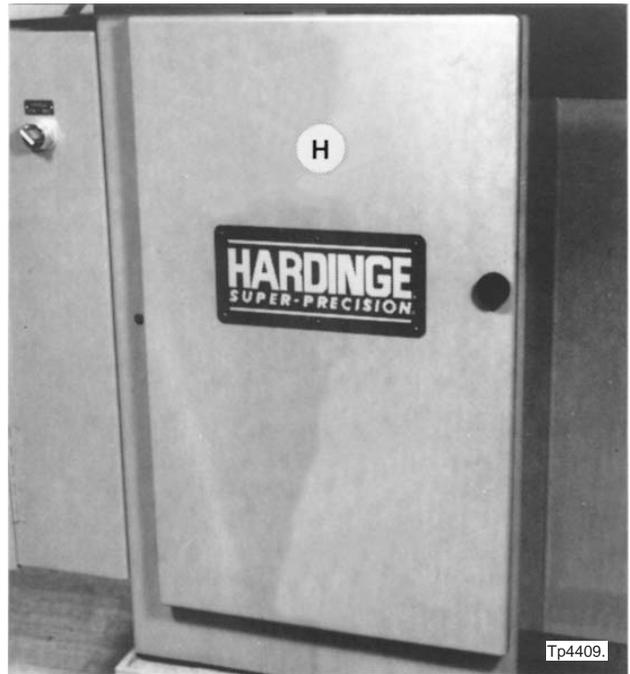

Figure 3.3 - Pedestal Door
8. Open door “H”, Figure 3.3.
2. Open door “H”, Figure 3.3.
8. Close door “H”, Figure 3.3.
7. Open door “H”, Figure 3.3 .